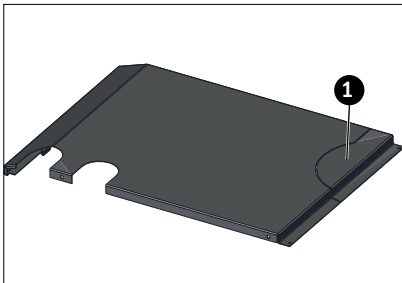

Fig. 113 Verkleidungsdeckel Vorratsbehälter hinten - Vorstanzung, nur wenn Abgasanschluss nach oben ist, ausbrechen
- ▶ Wenn Abgasanschluss nach oben ist, Vorstanzung ausbrechen – Fig. 113. Ist Abgasanschluss nach hinten, nicht ausbrechen.